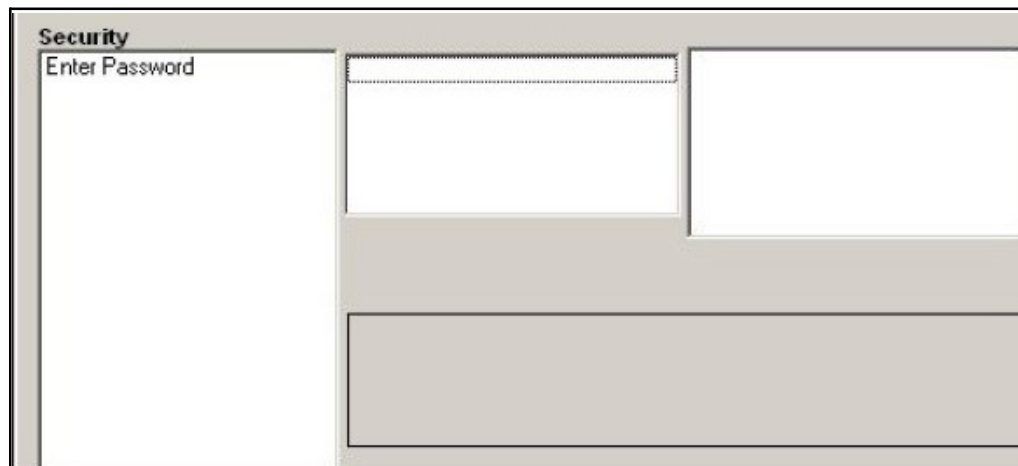

Figura 47: Finestra della password
2. Se il sistema è bloccato, la finestra è simile a quella della Figura 47 qui sotto.